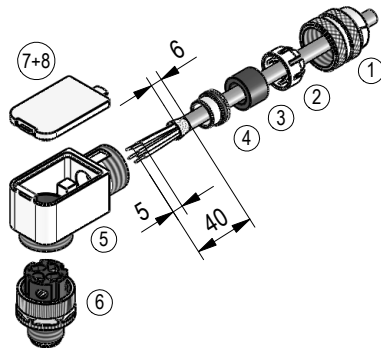
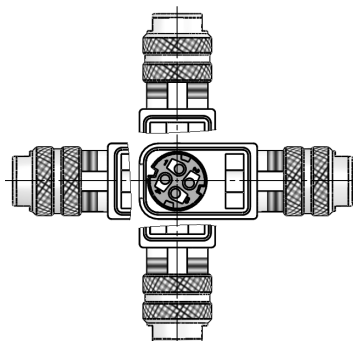

Abb. 9: Gegenstecker M12 gewinkelt
Abb. 10: Winkelstellungen
- Zubehör SIKO Art.Nr. "87600" M12 D-kodiert (Stift 4 pol. Ethernet Port 1 (IN) + Port 2 (OUT)) (**Abb. 9 + Abb. 10**).
Montage (**Abb. 9**)
Ändern der Winkelstellung (**Abb. 10**)